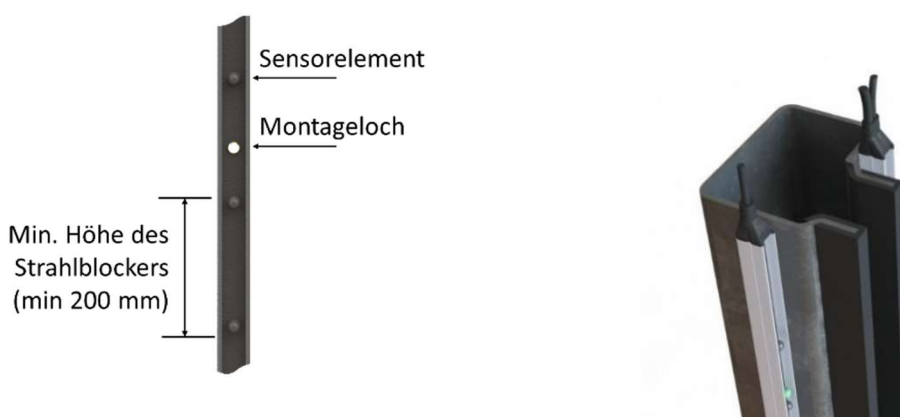

Abb. 5.2: Beidseitige Montage außerhalb der Torebene, Torausblendung durch Strahlblocker. Montagewinkelsatz RAY-A 2001 erhältlich
Werden zwei RAY-LG parallel aber außerhalb der Torebene vor und hinter der Führungsschiene montiert, unterbricht das schließende Tor die aktiven Strahlen nicht (Abb. 5.2). In diesem Fall ist auf gegenläufige Lichtstrahlen zu achten.
8. Bei Verwendung von zwei RAY-LG auf der Innen- und Außenseite des Tores (Abb. 5.2) muss die Richtung der Lichtstrahlen beider Systeme gegenläufig sein.